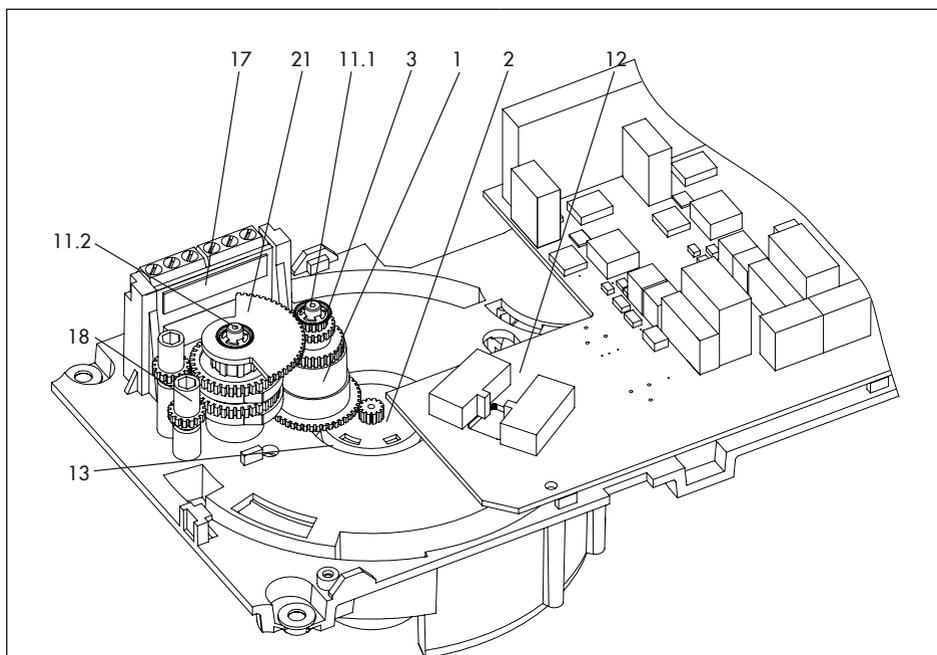

Bild 5-6: Innenansicht · Antrieb ohne Widerstandsferngeber
Die Schaltnocken (19) sind mit dem Nockenträger (20) und den Sicherungsringen (9) bereits zur Schaltnockeneinheit (21, vgl. Bild 5-6 auf Seite 5-7) vormontiert.